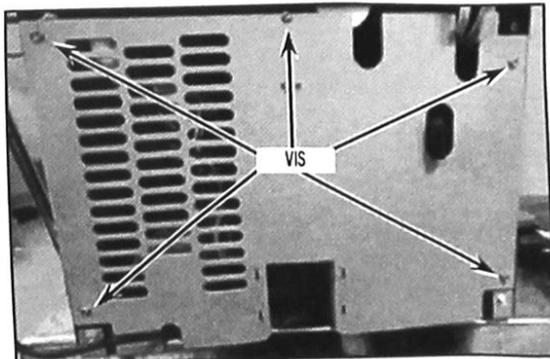

FIGURE 1
3. Retirer les cinq (5) vis qui maintiennent le capot arrière de l'appareil. Voir la Figure 1.